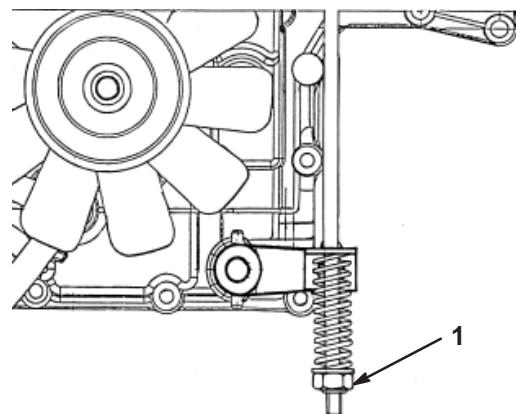

Figure 21
Le frein se trouve du côté droit de l'essieu arrière, à l'intérieur du pneu arrière (Fig. 21). Si la machine parcourt plus d'un mètre avant de s'arrêter alors qu'elle se déplace à grande vitesse au rapport le plus élevé, le frein doit être réglé.
3. Pour régler le frein, tournez l'écrou de réglage dans le sens horaire jusqu'à ce qu'il soit impossible de pousser la machine (Fig. 21).